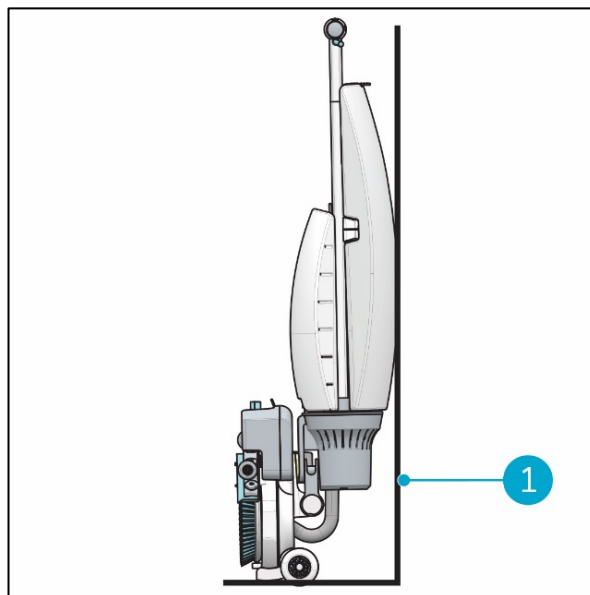

Abbildung 24
3. Lehnen Sie den i-mop Lite mit dem Griff so an eine Wand (Figure 24, Pos. 1), dass die Bürsten von der Wand abgewandt sind.